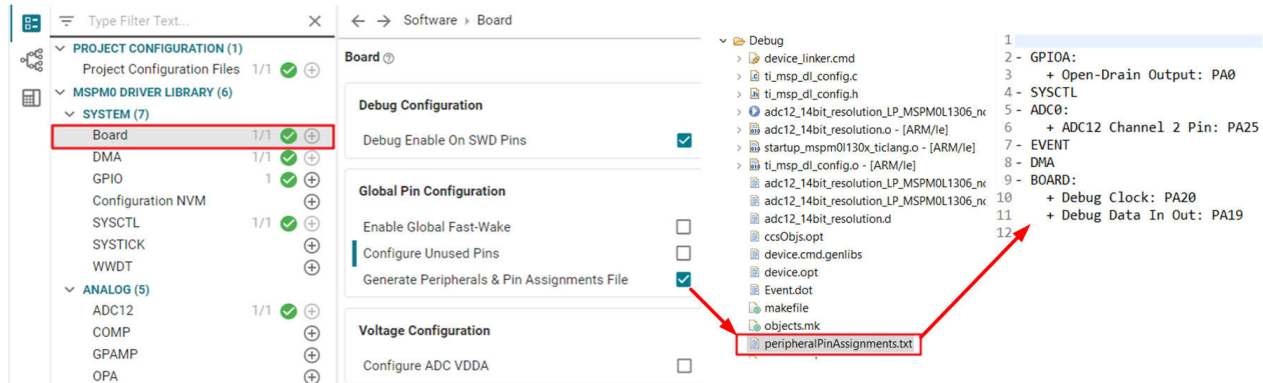

图 3-12. 电路板视图
- **Generate Peripherals and Pin Assignments File** : 如图 3-12 所示，启用后，在 **Debug** 文件夹中生成外设和引脚分配文件。